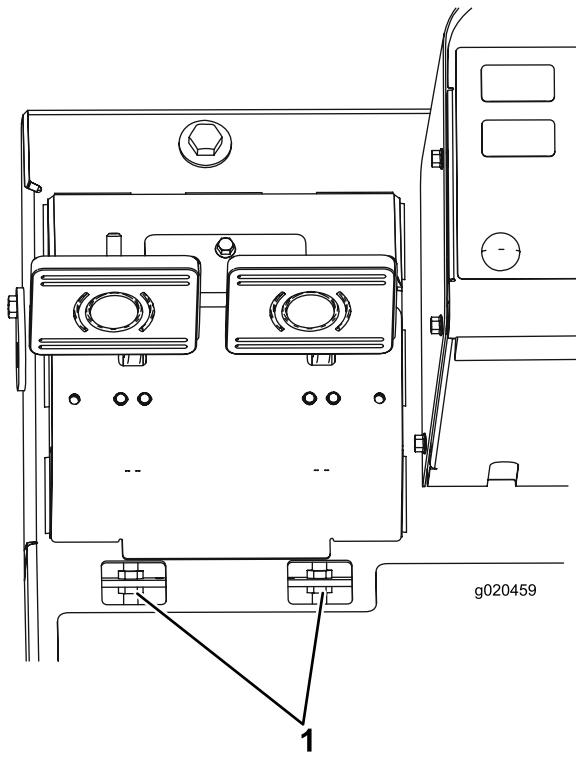

Figura 91
- B. Allentate il dado anteriore sull'estremità filettata del cavo del freno (Figura 91).